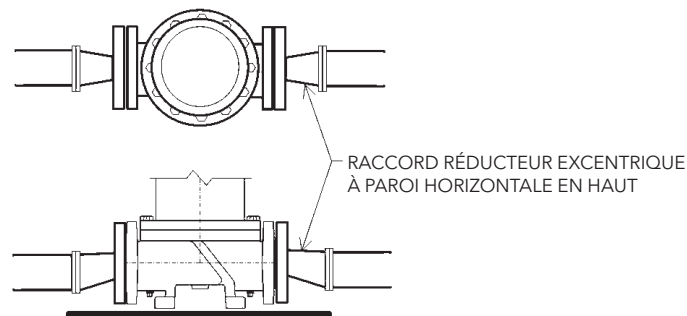

Figure 9 — Raccord réducteur excentrique
3. Le raccord réducteur fixé à la pompe devrait être excentrique, la paroi horizontale en haut (fig. 9).